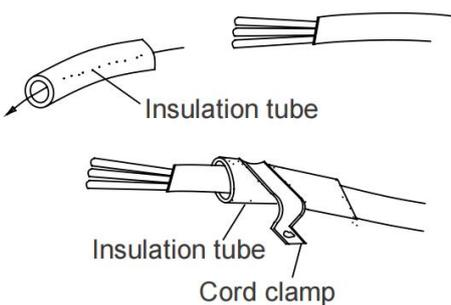

Fig.15
(3). Come fissare il cavo di collegamento e il cavo di alimentazione tramite il fermacavo. Dopo aver fatto passare il cavo di collegamento e il cavo di alimentazione attraverso il tubo isolante, fissarlo con il morsetto del cavo. (Fig.15)